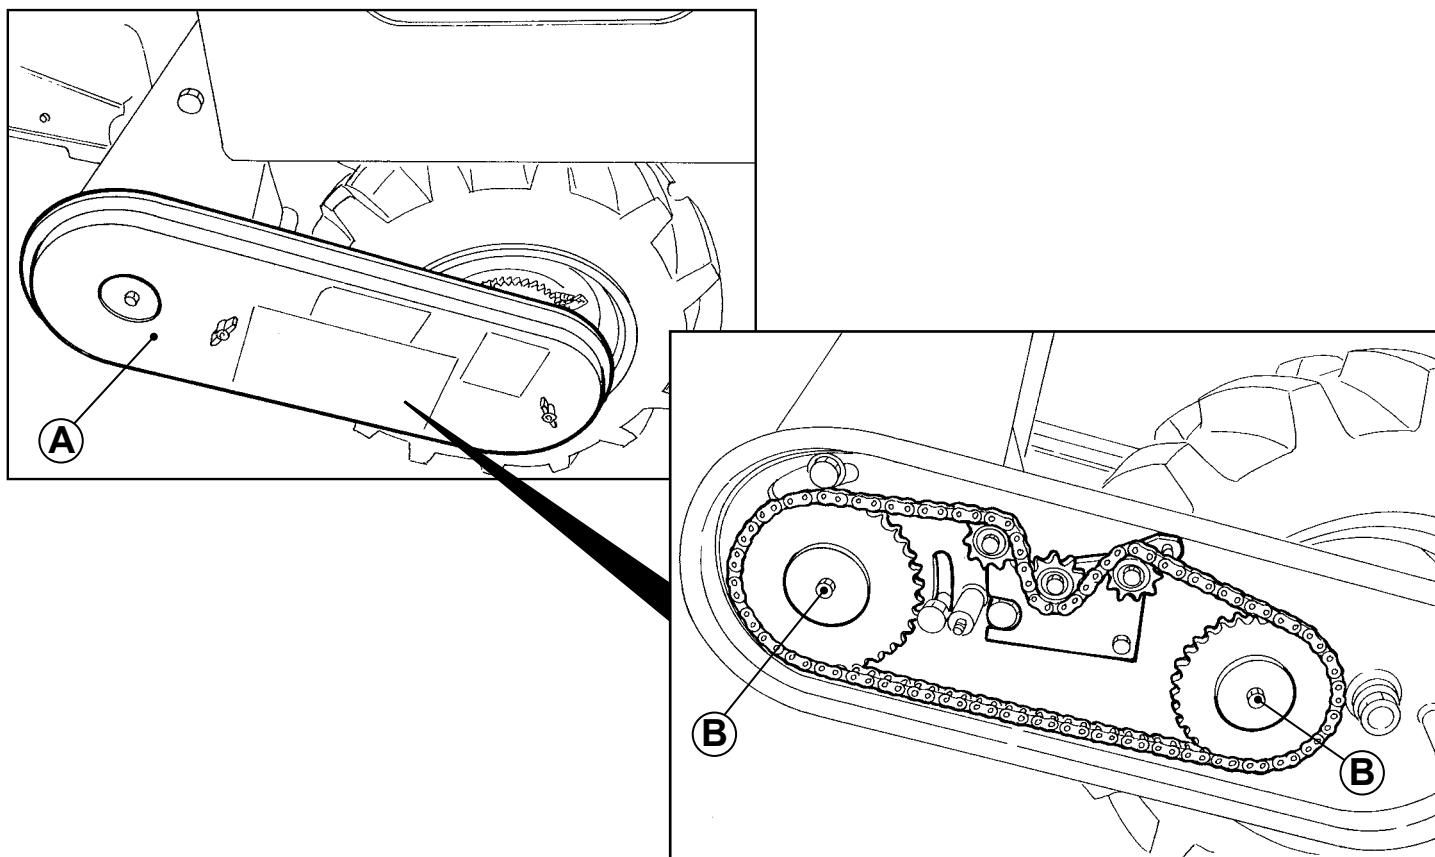

Fig. 2
- Aprire il carter (A).
- Facendo riferimento all'etichetta adesiva (Fig. 1), scegliere gli ingranaggi adatti alla distanza desiderata, togliere la catena, svitare le viti (B) e sfilare gli ingranaggi (Fig. 2).
- Open the guard (A).
- Referring to the sticker (Fig. 1), choose the appropriate gears suited to the desired distance, remove the chain, unscrew the screws (B) and remove the (Fig. 2).
- Ouvrir le carter (A).
- En faisant référence à l'étiquette autocollante (Fig. 1), choisir les engrenages adaptés à la distance souhaitée, retirer la chaîne, dévisser les vis (B) et faire glisser les engrenages (Fig. 2).
- Abra el cárter (A).
- Haciendo referencia a la etiqueta adhesiva (Fig. 1) elija los engranajes adecuados a la distancia deseada, quite la cadena, desenrosque los tornillos (B) y desmonte los engranajes (Fig. 2).